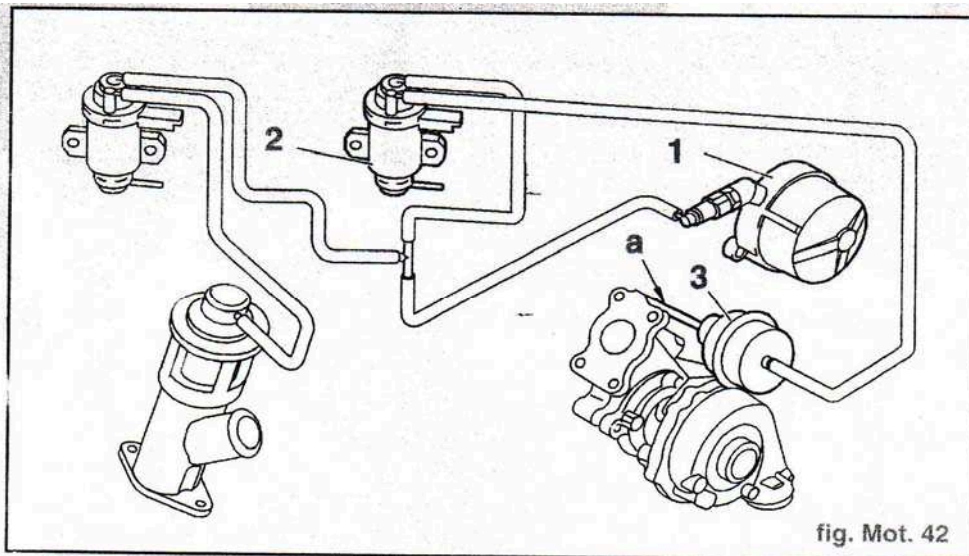

fig. Mot. 42
- Raccorder l'outil (1) **Facom DA16** sur la pompe à vide (1) (fig. Mot. 42).